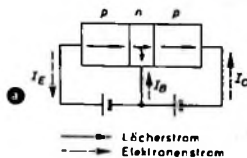

Bild 6. Wahre (physikalische) Stromrichtungen in einem pnp-Transistor (a) und in einem npn-Transistor (b)
Bild 6. Schematische Darstellung eines Projektes für eine 16-MW-Gasturbinenanlage mit Kohle als Brennstoff sowie mit Saatmaterialzugabe und -rückgewinnung; der errechnete Gesamtwirkungsgrad ist etwa 50%. Um dies zu erreichen, muß die Abgaswärme in Wärmeaustauschern und Gaskasseln gut ausgenutzt werden
N. S. Emmerich von den Westinghouse Research Labs berichtet in der Zeitschrift Energy Bd. 1 (1964) Nr. 2, S. 14 bis 18, über erfolgreiche Arbeiten in bezug auf Anlagen mit offenem und geschlossenem Kreislauf. Geplant sind eine 16-MW-Anlage (Bild 6) mit $\eta = 40\%$ und ein Großkraftwerk mit 600 MW und $\eta = 60\%$. Beim offenen Kreislauf studiert man die Möglichkeit, die Stickstoffabfallprodukte nutzbar zu machen, beim geschlossenen den Anschluß eines Atomreaktors mit 1400 °K und das Arbeiten mit geringerem Dampfdruck unter Verwendung von Lithium. Planungen für einen 25-kW-Versuchsgenerator sind abgeschlossen. Man befaßt sich auch mit dem Bau von 20- bis 30-kG-Magneten und studiert 50-kG-Supraleit-Magneten sowie verschiedene Verfahren zur höheren Ionisierung.
Hierbei wird die wahre physikalische Stromrichtung angezeigt. Bei Transistoren muß man aber zwischen der Bewegungsrichtung der Elektronen (negative Ladungsträger) und der Bewegungsrichtung der Defektelektronen oder Löcher (positive Ladungsträger) unterscheiden (Bild 6). Die physikalische Stromrichtung interessiert jedoch nur bei physikalischen Untersuchungen des Transistorverhaltens.